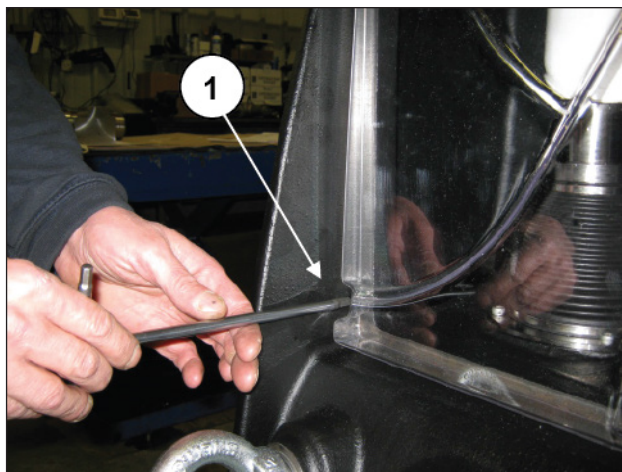
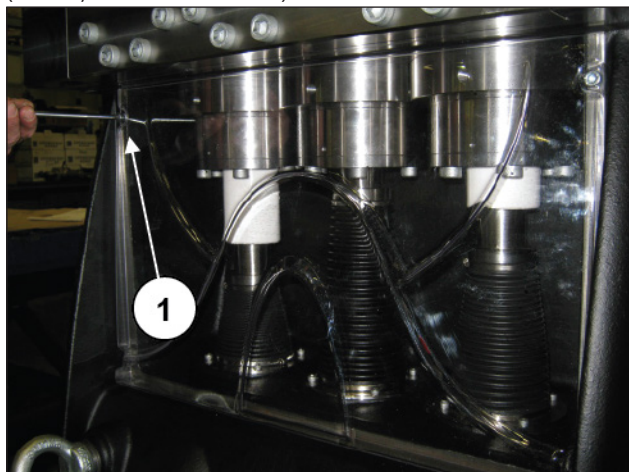

Рис. 201
Рис. 200
Чтобы получить доступ к поршневой группе, нужно открутить 4 винта М6 и снять верхнюю смотровую крышку (поз. ①, Рис. 200 и Рис. 201).